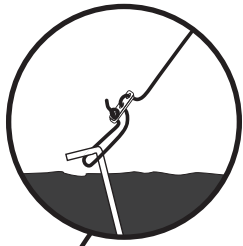

Fig. 10
• Attachez et ancrez les haubans. (Fig. 10)
- Enlevez les haubans et les piquets. (Fig. 10 & 9)